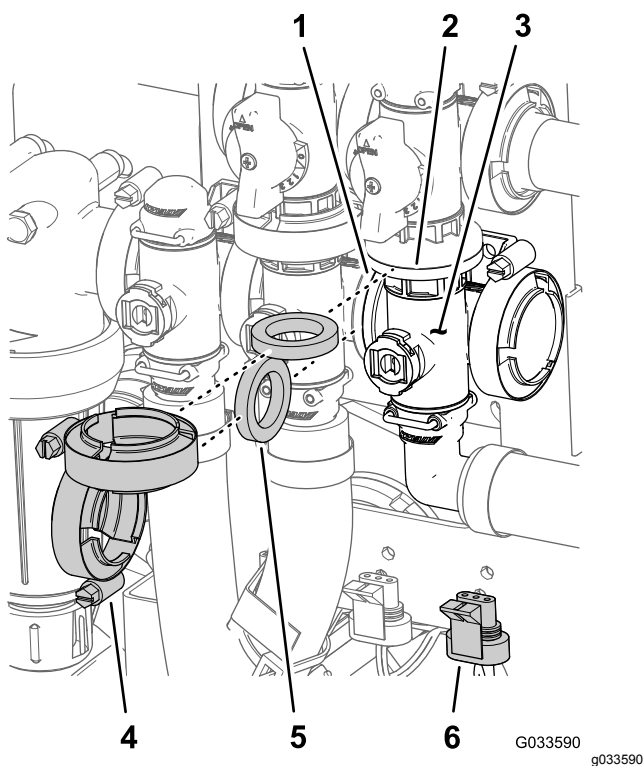

Figura 102
1. Retire as braçadeiras de flange e as juntas que fixam o coletor da válvula da rampa principal (Figura 102) à válvula de distribuição da rampa principal, válvula de agitação e cotovelo flangeado de 90° (na extremidade do tubo do fluxímetro).